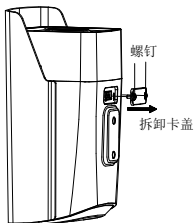
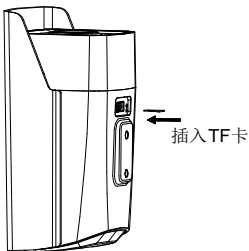
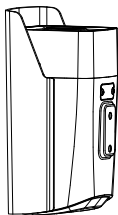

图2-17 拆卸卡盖
图2-18 插入 TF 卡
图2-19 安装完成
3. **安装 TF 卡 (选配)：** 本系列网络摄像机后面板有 TF 卡插槽，沿图 2-17 所示拧松卡盖上的两颗螺钉，拆卸卡盖，把 TF 卡插入 TF 卡插槽中，再用螺钉固定卡盖，完成 TF 卡安装。如图 2-18 和图 2-19 所示。